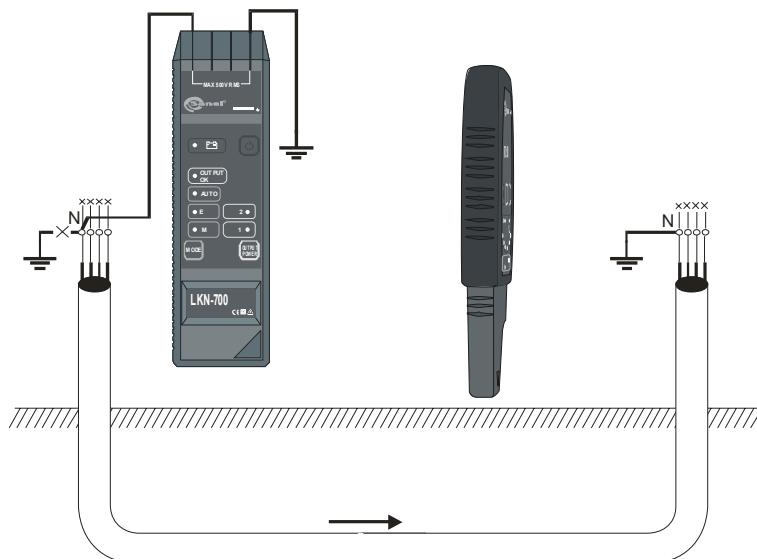

**Рис.17 Поиск обесточенного кабеля в земле с использованием дополнительного источника питания – переменное или постоянное напряжение до 500 В.**
- Клавишой **4** установить режим работы «ток» „M” или „AUTO”. Подключить дополнительный источник напряжения (Рис.17);